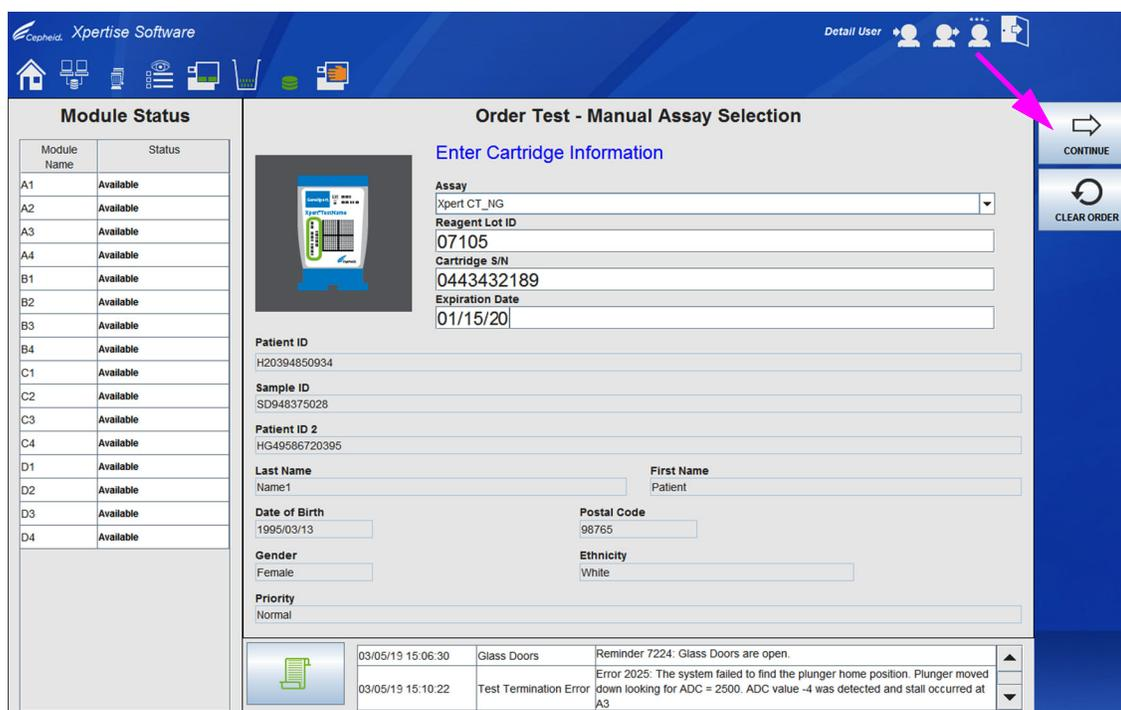

图 5-120. 指令测试 - 手动选择检测法 (Order Test - Manual Assay Selection) 工作区
- 在指令测试 - 检测法 (Order Test - Assay) 工作区或指令测试 - 手动输入条形码 (Order Test - Manual Barcode Entry) 工作区，选择**手动选择检测法 (MANUAL ASSAY SELECTION)** 按钮。（请参见图 5-114 或图 5-115）。将显示指令测试 - 手动选择检测法 (Order Test - Manual Assay Selection) 工作区。请参见图 5-120。